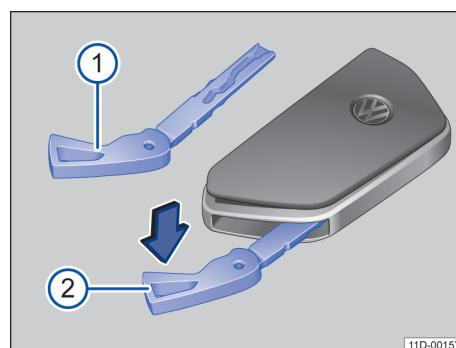

图 49 汽车钥匙：打开电池盒盖板
- 取出应急钥匙→图 49①→第 54 页。
- 将应急钥匙插入开口中→图 49②，沿箭头方向按压应急钥匙并撬出盖板。
- 将盖板按压到壳体上→图 49。